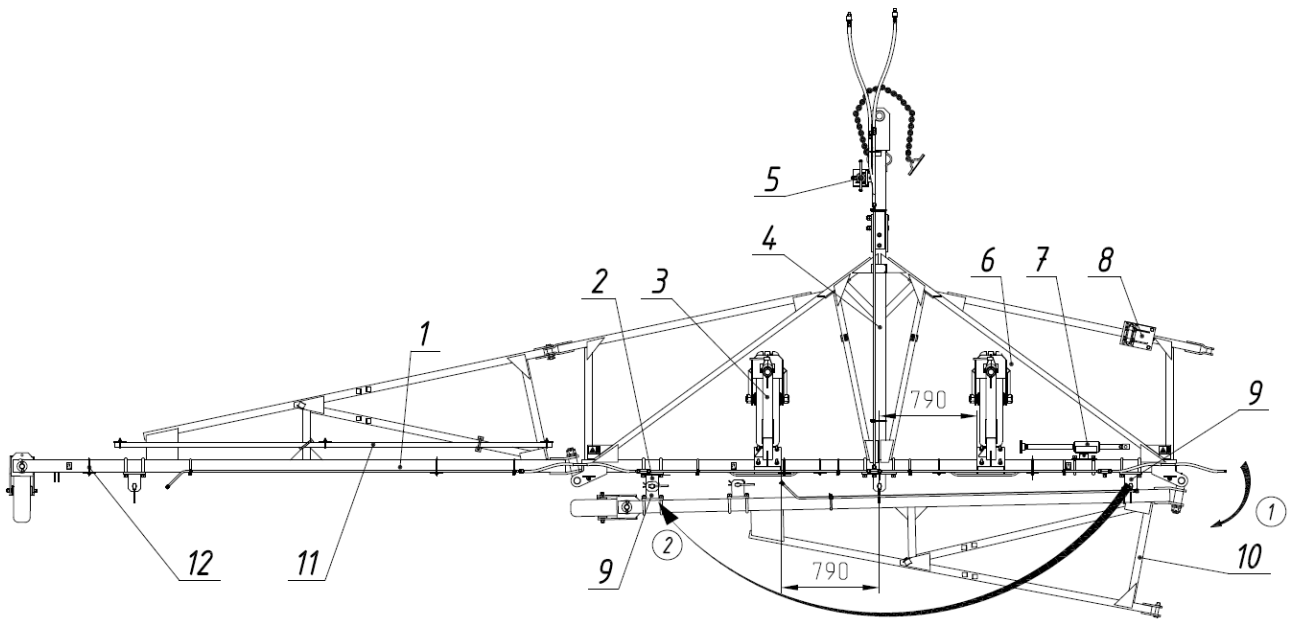

Рис.13 Схема перевода сцепки в транспортное положение.
4.23 Транспортировать сцепку по объездным проселочным дорогам. Разрешается транспортировать сцепку по дорогам общей сети России при частичном демонтаже сцепки и перевозе демонтированных элементов к месту выполнения работ дополнительным транспортом. Схему перевода сцепки из рабочего положения в транспортное см. рис.13,13а.
5.8. Перевод сцепки в транспортное положение выполнять в следующей последовательности (рис.13):
- установить штангу 11 со световозвращателями согласно размерам указанных на рис.13а;
- установить боковые световозвращатели согласно рис.13а
Рис.13а Схема перевода сцепки в транспортное положение (продолжение).
Рис.13а.1
5.8. Перевод сцепки из транспортного положения в рабочее выполнять в следующей последовательности (рис.13):
- снять штангу 11 со световозвращателями согласно размеров указанных на рис.13а;
- переустановить правое флюгерное колесо 6 с дышла на центральную секцию сцепки согласно размерам рис.13;
- переустановить левое флюгерное колесо 8 на трубу центральной секции согласно размерам рис.13;
- переустановить на центральной секции 4 съемную прицепную серьгу 8 на место для ее хранения рис.13а.1;
Рис. 13а Схема перевода сцепки в транспортное положение.